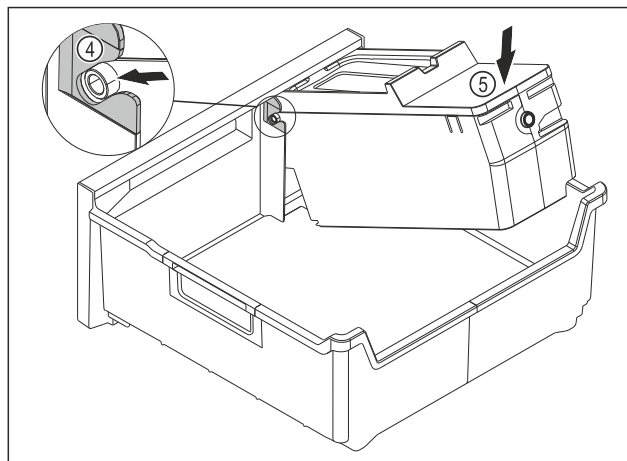

Fig. 82
- ▶ Montera EasyTwist-Ice-enheten: Skjut in axlarna på EasyTwist-Ice-enheten i styrningarna Fig. 82 (4).
- ▶ Tryck EasyTwist-Ice-enheten Fig. 82 (5) baktill nedåt.